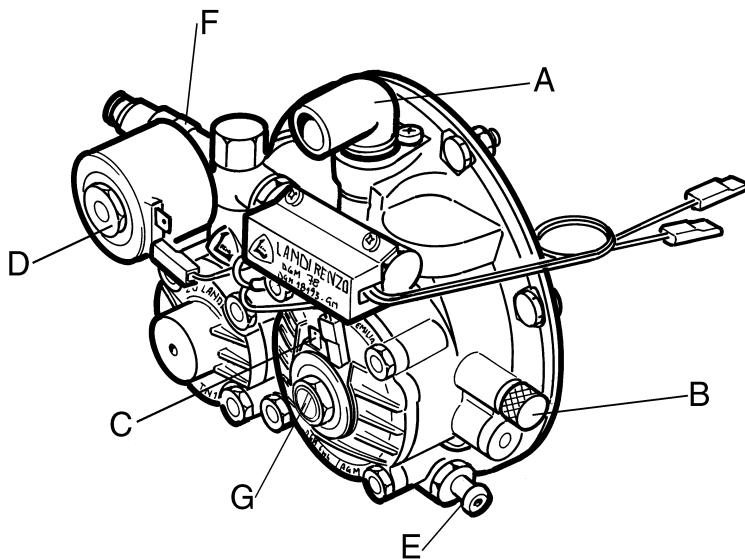

Fig. 1
LEGENDA (Fig. 1)
4. REGOLAZIONE DEI RIDUTTORI 'TN' con analizzatore gas di scarico (Fig. 1)
5. REGOLAZIONE DEI RIDUTTORI 'TN' senza analizzatore gas di scarico (Fig. 1)